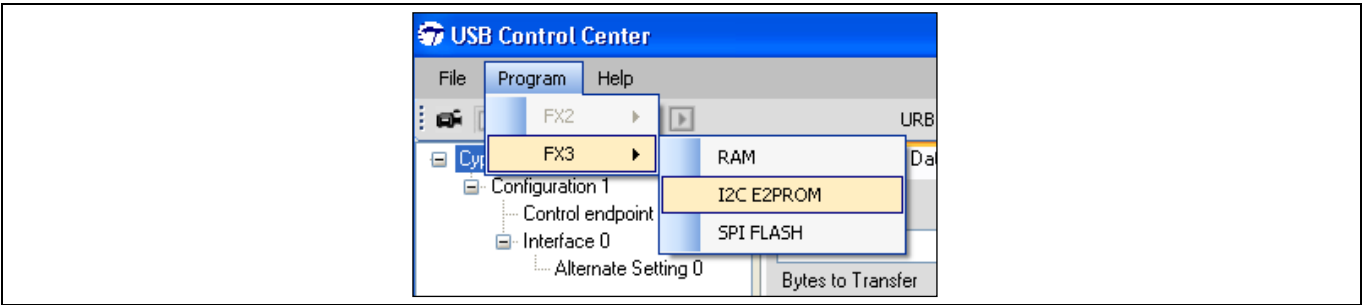
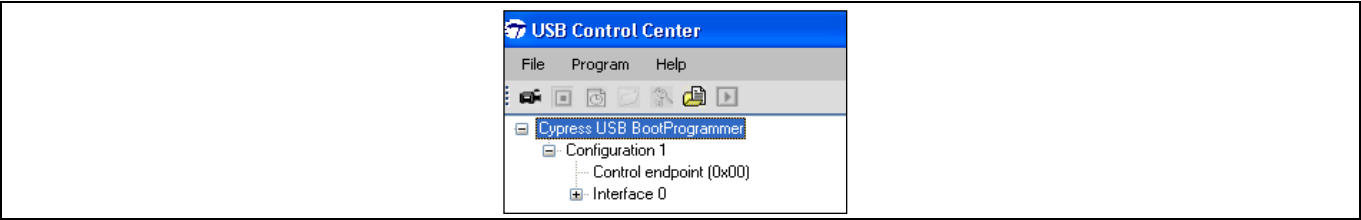

Figure 23 依次选择 Program > FX3 > I2C E2PROM
Figure 24 FX3 作为 "Cypress USB BootProgrammer" 重新进行枚举
4. 尝试编程 EEPROM 前, 请确保已经使用开关 SW40 正确配置 EEPROM 的地址信号 (对于 Microchip 器件 24AA1025, 1-8 打开、2-7 打开、3-6 关闭)。此外, 在 DVK 电路板上, 需要短接 I²C 时钟 (SCL) 和数据线 (SDA) 跳线器 J42 和 J45 引脚 1-2。在 Control Center 窗口中, 选择 FX3 器件。然后, 依次选择 Program > FX3 > I²C E2PROM, 如 Figure 23 所示。这样, 特殊的 I²C 启动固件将被编程到 FX3 器件内, 从而能够对连接至 FX3 的 I²C 器件进行编程。FX3 将作为 "Cypress USB BootProgrammer" 重新进行枚举, 如 Figure 24 所示。